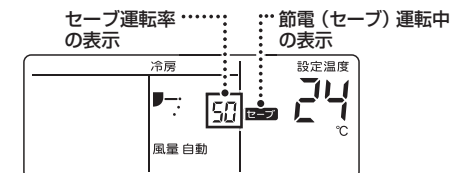

図3：節電（セーブ）運転中の画面
- セーブ運転率の設定後は、節電（セーブ）運転中画面が表示されます。(図3)